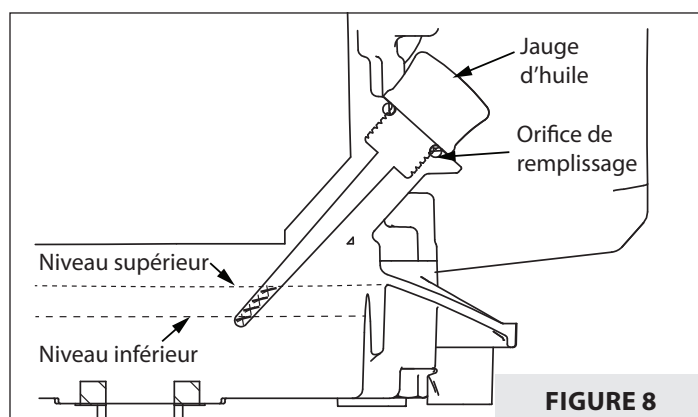

FIGURE 8
3. Remettre le moteur sur une surface de niveau et remplir d'une huile appropriée jusqu'en haut du marquage sur la jauge de niveau (**VOIR FIGURE 8**). **NE PAS TROP REMPLIR.** Voir la capacité d'huile exacte dans les instructions du fabricant du moteur.
4. Remettre la jauge en place et serrer. **VOIR FIGURE 8.**